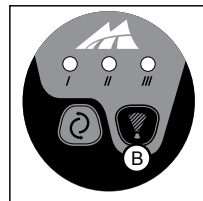

FIGURA 2
- Presione el selector de nivel de vapor para controlar el nivel de vapor que puede ser bajo (I), medio (II) o alto (III) (consulte la figura 2, B). Se puede utilizar vapor sin que la función de giro esté activada.